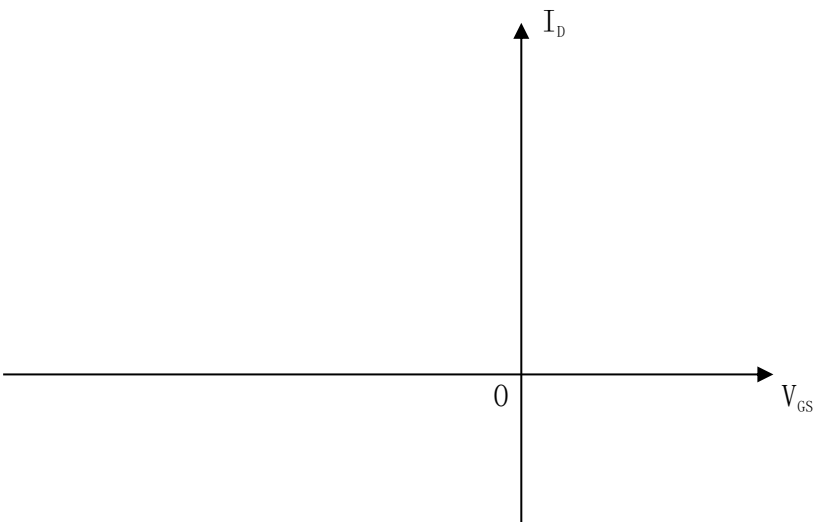

图 2-2
5. 根据实验结果在图 2-2 上绘制 BF244 场效应管的转移特性曲线。